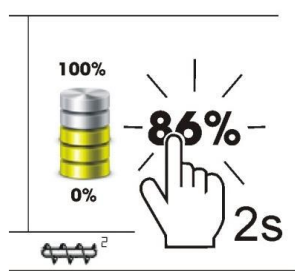

Abbildung 7. Einstellung des Kraftstoffstands auf 100 %
- Halten Sie den Finger auf den Wert für den Kraftstoffstand auf dem Hauptbildschirm, wie in Abbildung 7 dargestellt